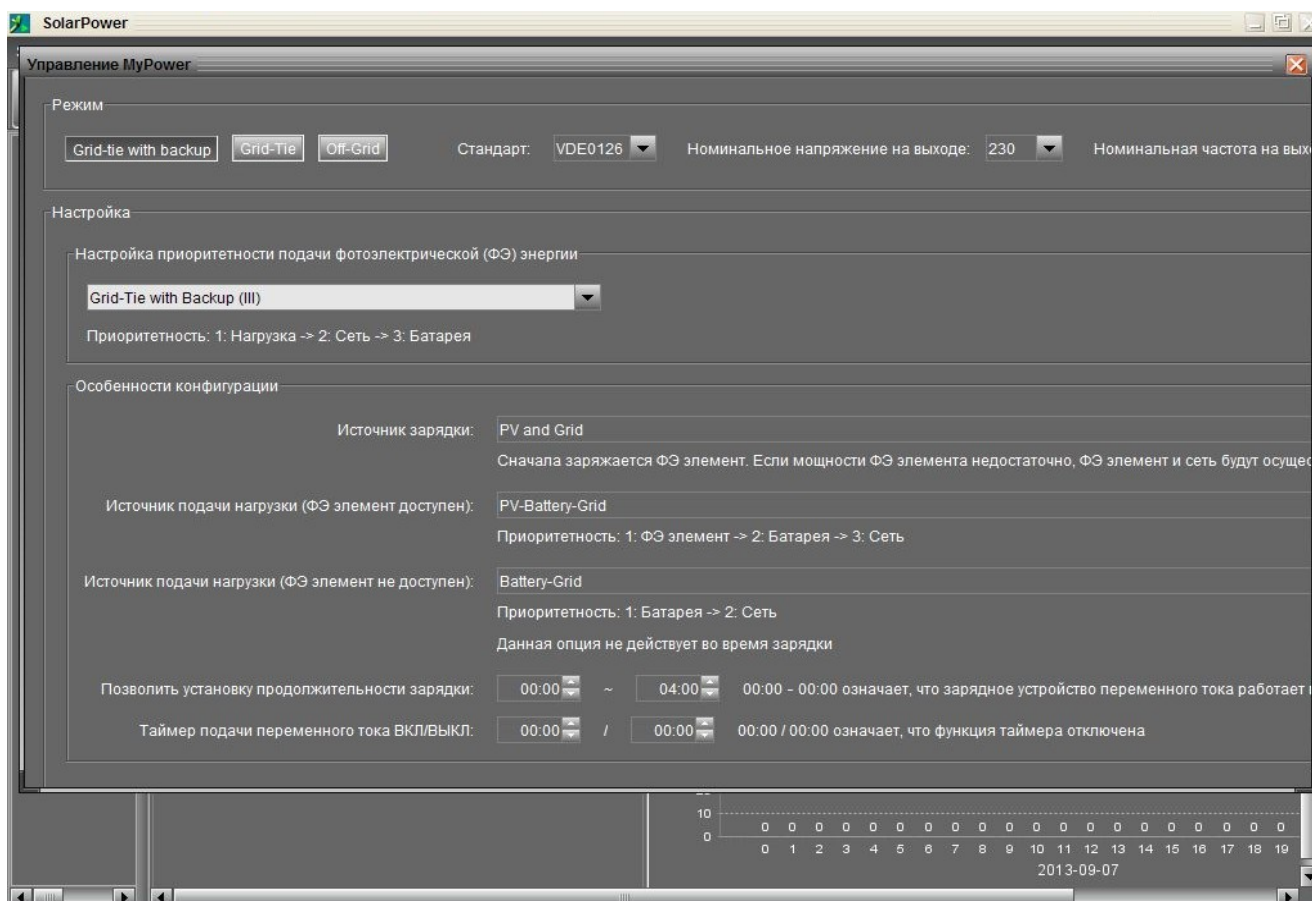

Рис. 11-3. Режим Grid-tie with backup (III)
- **Grid-tie with backup (III)** (см. рис. 11-3):